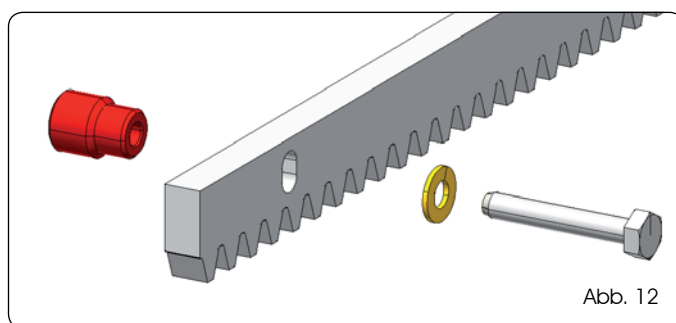

Abb. 12
5.4.2 ZAHNSTANGE AUS STAHL ZUM ANSCHRAUBEN (Abb. 12)